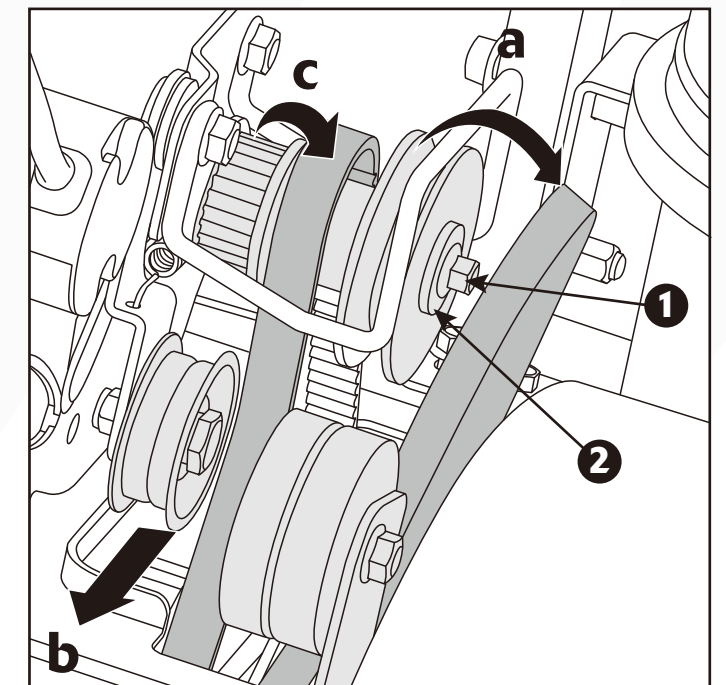

Figura 19A
5. Retire la correa de la siguiente manera: (Figura 19A)